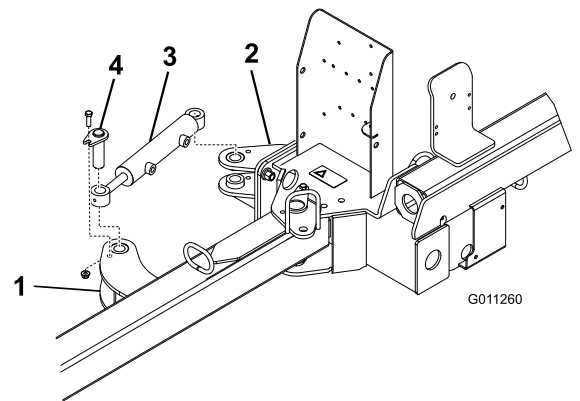

Рисунок 6
2. Прикрепите каждый конец гидравлического цилиндра к проушине привода с помощью пальца в сборе, болта (¾ x 1¼ дюйма) и фланцевой гайки (¾ дюйма) (Рисунок 6).